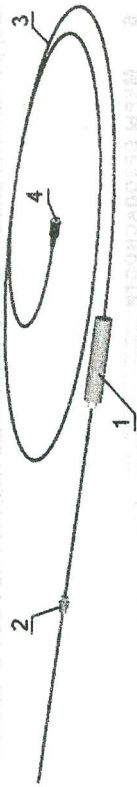

Рисунок 6. Датчик температуры масла
8.2.3 Подключить датчик температуры (рис. 6) к разъему оптического блока.
Двигатель должен быть заглушен и установлен стояночный тормоз. Установить датчик температуры (до ограничителя) в двигатель на место масляного щупа (Рис. 6).